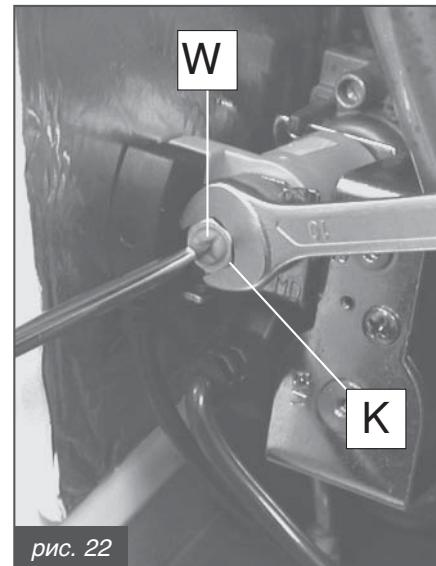

рис. 22
- вращая гайку K (внешнюю) ПО ЧАСОВОЙ СТРЕЛКЕ, давление на форсунке увеличивается; вращая ее ПРОТИВ ЧАСОВОЙ СТРЕЛКИ, давление на форсунке уменьшается (рис. 22);